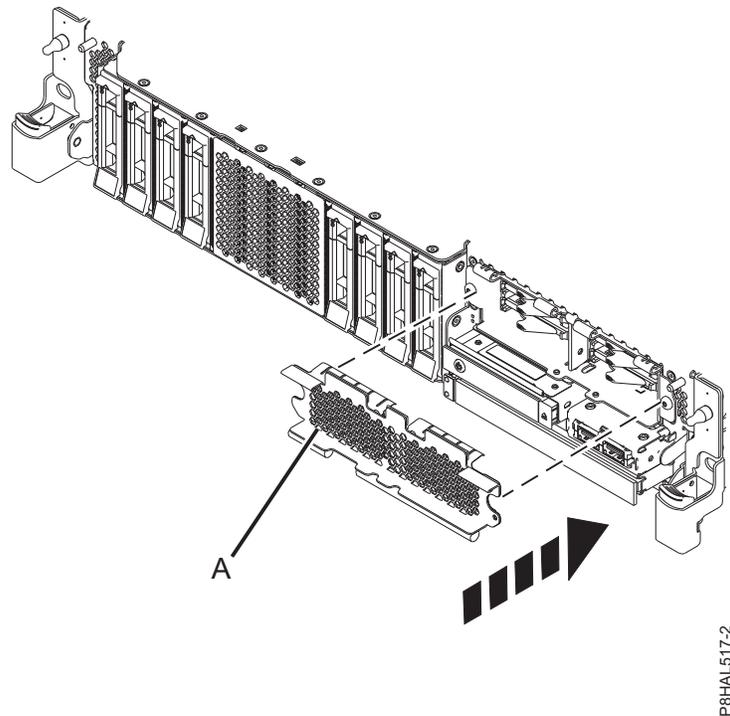

Abbildung 81. SSD-Gehäuse in einem System mit erweiterten Funktionen abdecken
9. Decken Sie das SSD-Gehäuse ggf. mit der perforierten Platte (**A**) ab, wie in Abb. 81 auf Seite 91 dargestellt.